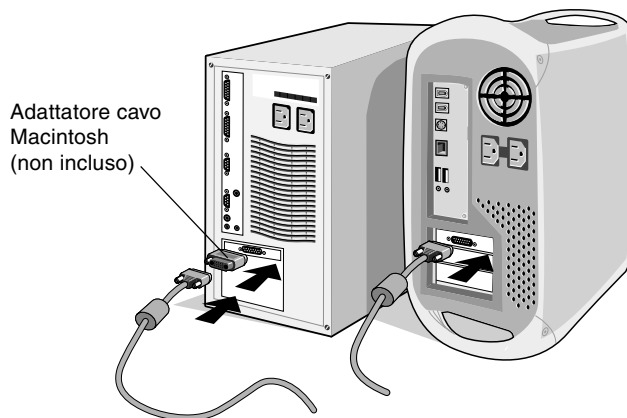

Figura B.1
**Per il MAC:** Collegare al computer l'adattatore cavo MultiSync Macintosh, quindi collegare ad esso il cavo segnali mini D-SUB a 15 pin (**Figura B.1**).